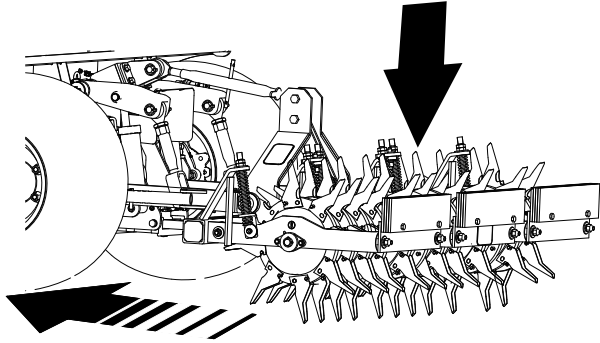

Figura 23
2. Usando el enganche de 3 puntos o el control hidráulico remoto de la unidad de tracción, baje lentamente el aireador mientras conduce la unidad de tracción lentamente hacia adelante (Figura 23).